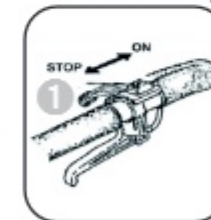

Рисунок 6.2.
1. Установить выключатель зажигания (1) в положение ON (Рис.6.2.).